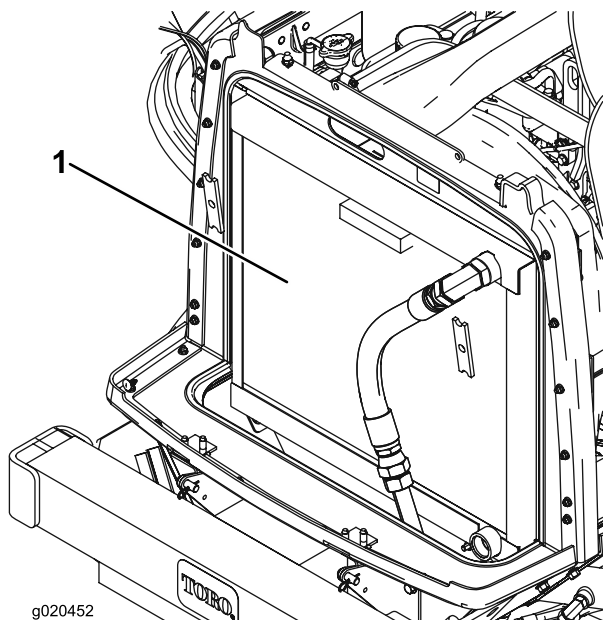

Figura 65
2. Limpie a fondo ambos lados de la zona del radiador/enfriador de aceite (Figura 65) con aire comprimido. Empezando en la parte del ventilador, sopla los residuos hacia la parte trasera. Luego, limpie desde atrás, soplando los residuos hacia adelante. Repita este procedimiento varias veces hasta eliminar todos los residuos.